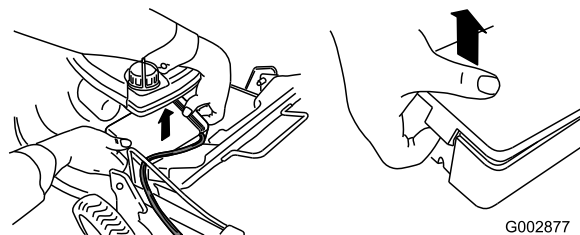

Figure 8
- Dégagez les deux extrémités du couvercle de la batterie et déposez le couvercle (Figure 8).